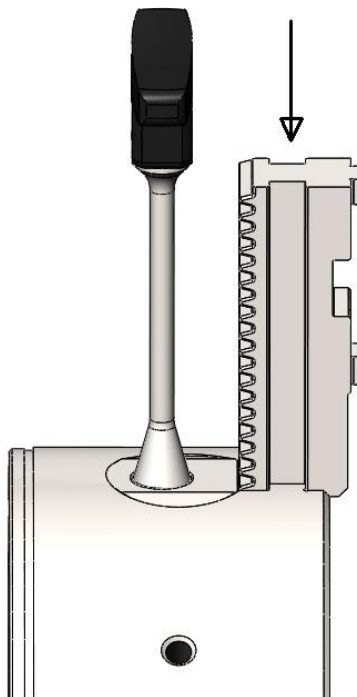

Рис. 15. Крепление кулачка
- вставить кулачок в направляющую и резким движением переместить его в направлении пролета патрона вплоть до ощутимого момента ввода в зубчатое зацепление с основным кулачком, установить кулачок в требуемом положении Рис. 15